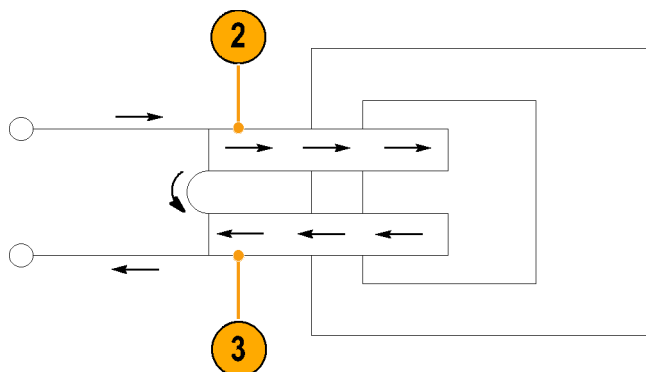

Рис. 24: Определение числа витков с использованием эталонной катушки
3. Поместите в токовый пробник исследуемую катушку таким образом, чтобы токи были направлены противоположно друг другу, как показано на рисунке. (См. рис. 24.)